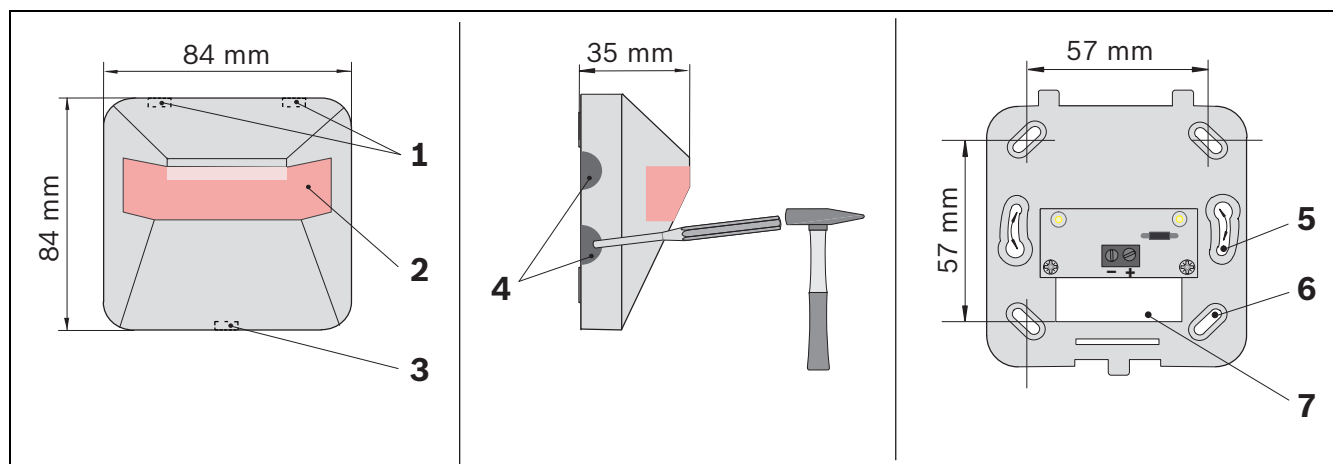

Figure 3.14 Dimensions et montage de FAA-420-RI
Le FAA-420-RI doit être installé de manière à ce que le côté large de l'indication d'alarme rouge (voir *Figure 3.14 (2)*) s'inscrive dans la ligne de vision de l'observateur.
1. Avant le montage, retirez le cache du socle : déverrouillez le mousqueton (voir *Figure 3.14 (3)*) avec un outil plat (un tournevis, par exemple), appuyez, puis soulevez le cache avec précaution.
2. Montez le FAA-420-RI directement au plafond ou au mur. Fixez le socle à l'aide de deux (voir *Figure 3.14, (5)*) ou quatre (*(6)*) vis sur une surface plane et sèche.
3. Pour la pose de câbles en surface, brisez les ouvertures d'amenée prédécoupées (voir *Figure 3.14 (4)*) sur n'importe quel côté du boîtier. Pour le montage encastré, amenez le câble par l'ouverture (voir *Figure 3.14 (7)*) située en dessous du tableau de connexion.
5. Positionnez le boîtier sur le socle en insérant les deux crochets encliquetables (voir *Figure 3.14 (1)*) dans les fentes. Appuyer légèrement sur le cache jusqu'à ce que les mousquetons (*(3)*) s'encliquètent.